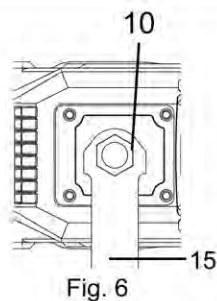

Fig. 6
- > Desserrez le boulon à tête hexagonale (10) avec la clé de serrage (15) et enlevez-le. (Fig 6).
- > Repositionnez et revissez le boulon à tête hexagonale sur le produit. Assurez-vous qu'il soit fermement fixé (Fig 6).